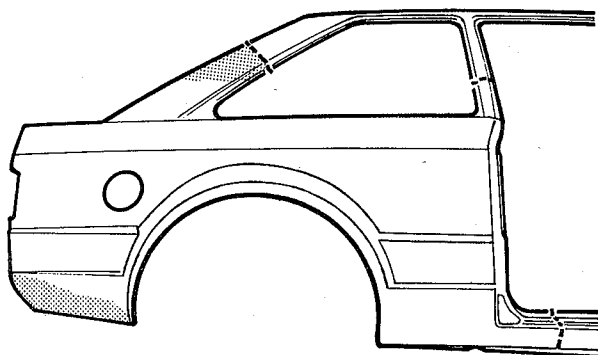

fig. 126
3. Determinar as dimensões do novo painel através das aberturas correspondentes. Transportar essas dimensões à nova peça, deixando de 10 a 12 mm de material extra para sobreposição nas colunas "C", "B" e na soleira (fig. 126)